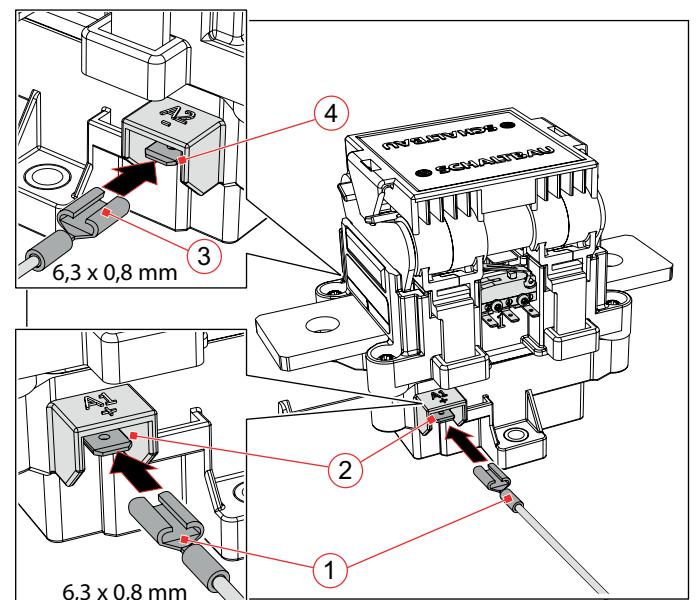

Abb. 17: Spulenanschlüsse herstellen (die Abbildung zeigt C310A, die Vorgehensweise bei C310K und C310S ist identisch)
- ▶ Steuerleitungen und Flachsteckhülsen nur in Steckrichtung bewegen und verlegen, siehe **Abb. 17**.
- ▶ Die vorbereiteten Steuerleitungen mit den Flachsteckhülsen (1/3) auf die beiden Spulenanschlüsse A1+ (2) und A2- (4) aufstecken.